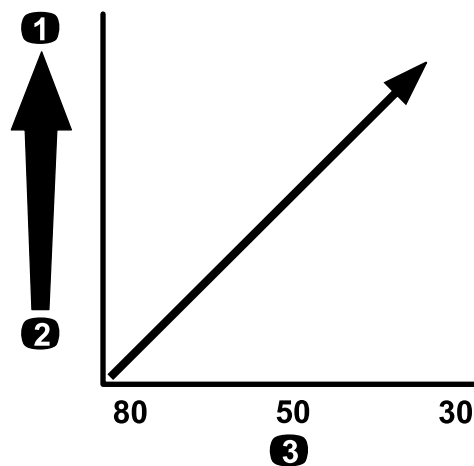

**Figura 12**
**Importante:** Quando pulveriza com soluções ou químicos de maior viscosidade (mais espessos) com pós solúveis, talvez precise de utilizar uma rede de filtro adicional (mais grossa) para o filtro de sucção opcional; consulte Figura 12.